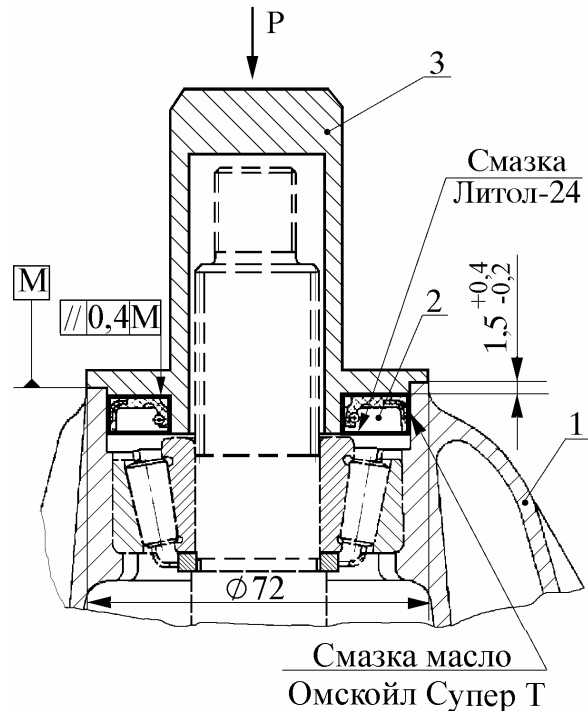

Рис. 18. Запрессовка манжеты в горловину картера:
6.8.1. Нанести на посадочную поверхность манжеты 2 (рис. 18) тонкий слой масла.